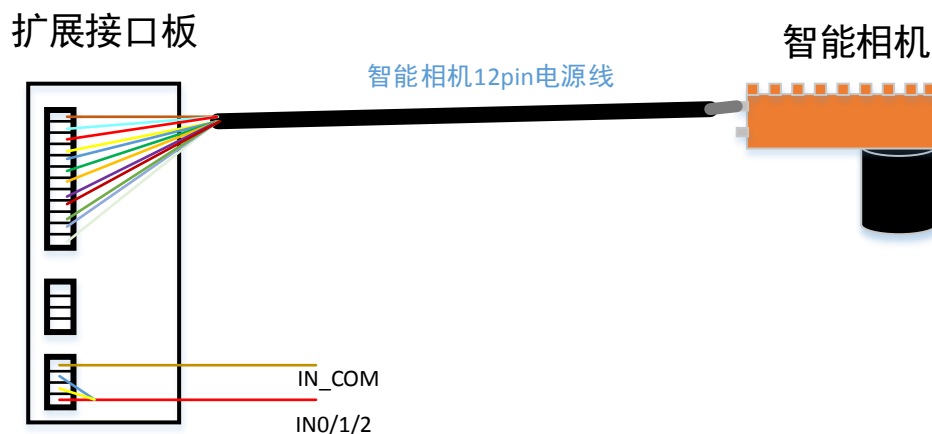

图6-5 I/O 输入接线
- I/O 接口的输入接法：（输入电压范围 5~30V DC），如图 6-5 所示。